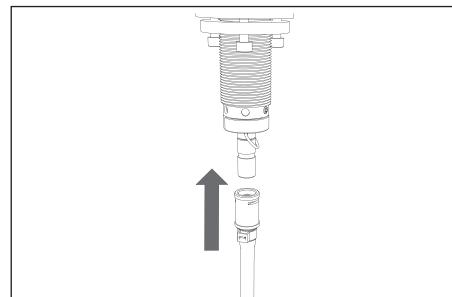

Fig. 8.2 Aanbrengen slang op kookkraan
- 6. Schuif de koppeling aan de rode slang die uit de boiler komt over de kookkraan aansluiting tot deze niet verder kan (zie fig. 8.2).